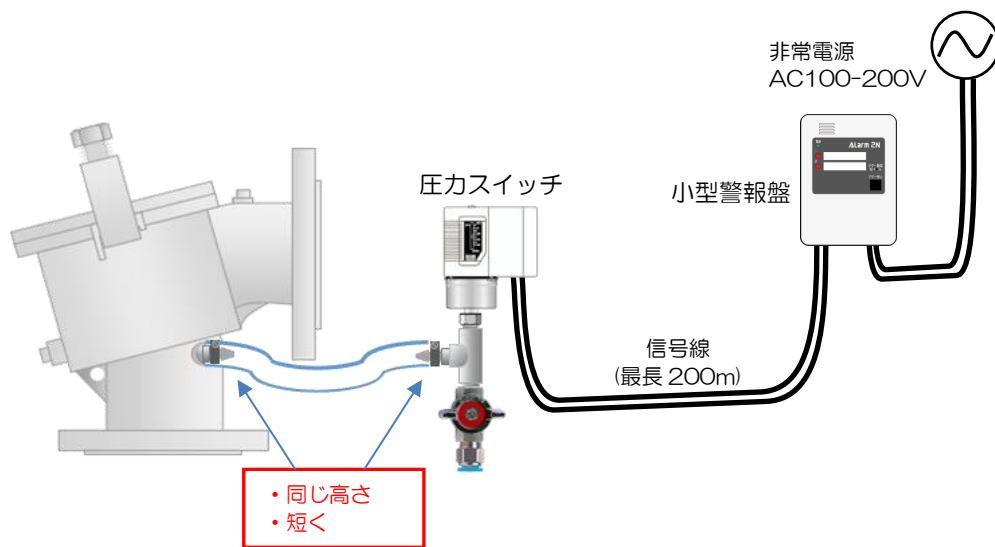

図 5-3. 落水検知機能（標準的な設置例）
- ・ 一次側脱気口と接続部は同じ高さで、なるべく近くに固定してください（図 5-3.）。